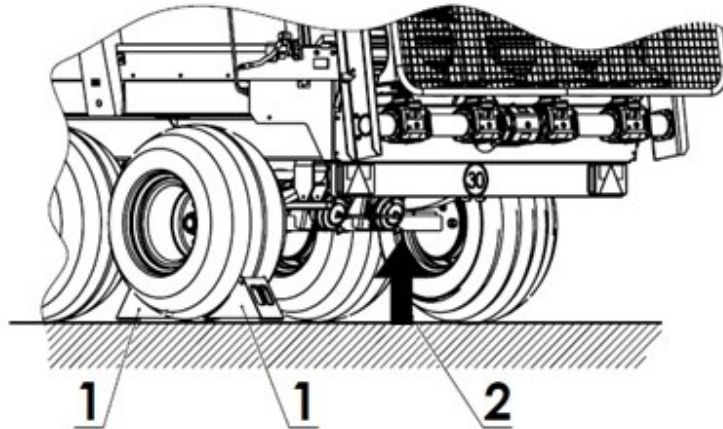

Abbildung 39. Hebepunkte für den Heber: 1 - Keile, 2 – Heber
Wenn eine Demontage des Rades erforderlich ist, verwenden Sie die Hebepunkte (2) unter der Achse. Der Stützpunkt für den Heber ist in Abbildung 39 dargestellt. Die Sicherungskeile (1) nur unter ein Rad legen.